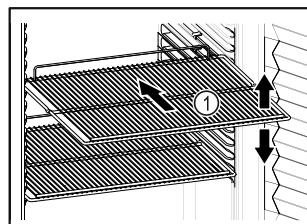

Fig. 61 Atvaizdo pavyzdys
- Jei pastatymo groteles Fig. 61 (1) galima perkelti, pritaikykite atsižvelgdamai į aukštį.